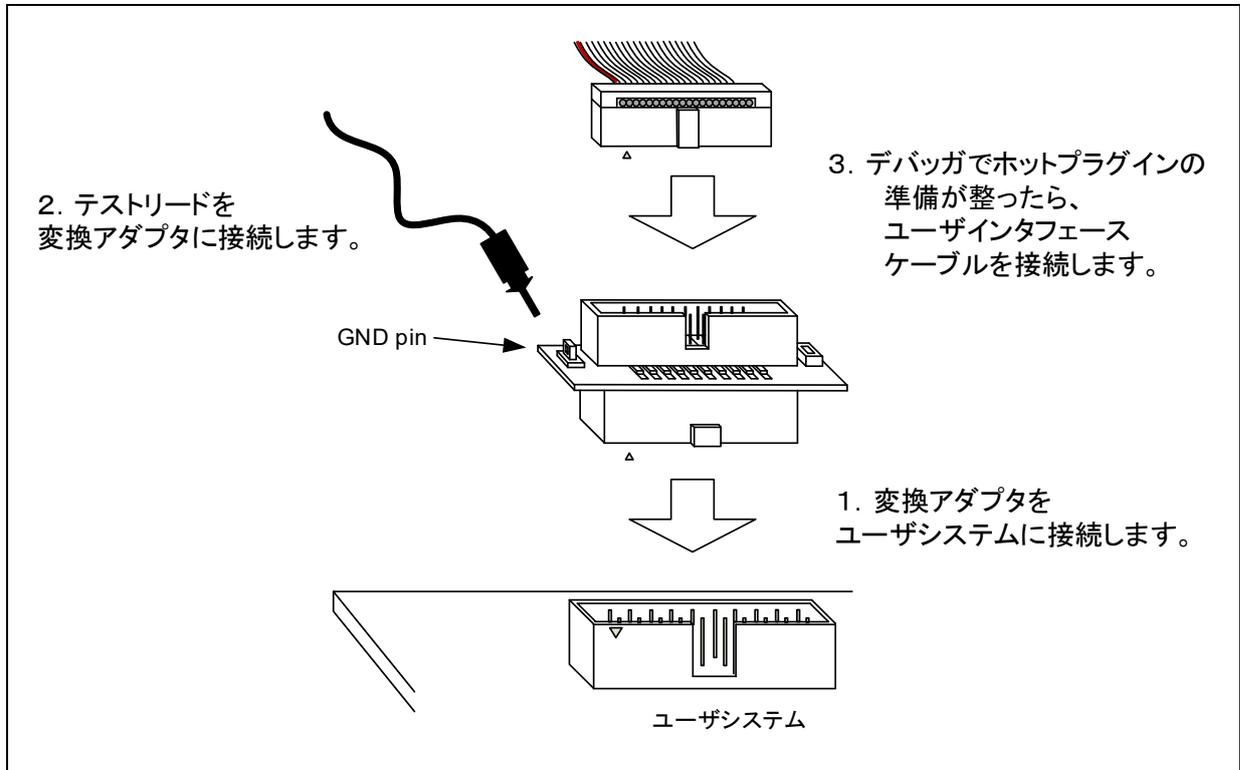
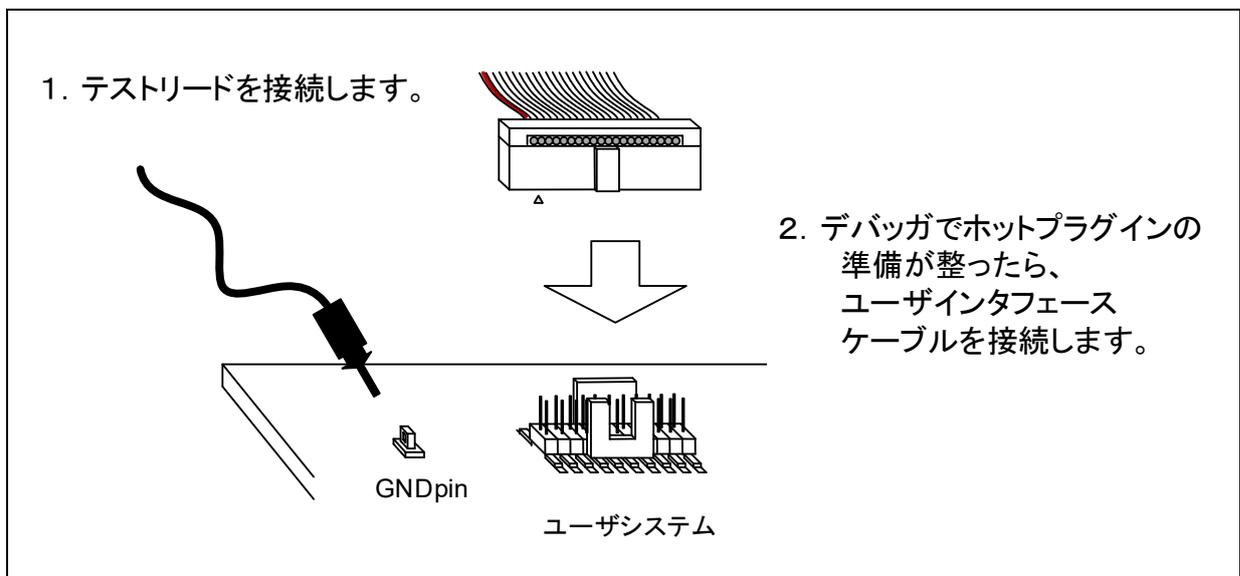

図 2-6 ホットプラグイン接続方法
図 2-7 ホットプラグイン接続方法(変換アダプタを使用しない場合)
- (2) ユーザシステム上に変換アダプタを接続します。続いて、変換アダプタ上に実装した GND ピンと E2 をテストリードで接続します。その後デバッガでホットプラグインの準備が整ったらユーザインタフェースケーブルを接続します。図 2-6 に接続方法を示します。変換アダプタを使用しない場合の接続方法は図 2-7 を参照してください。